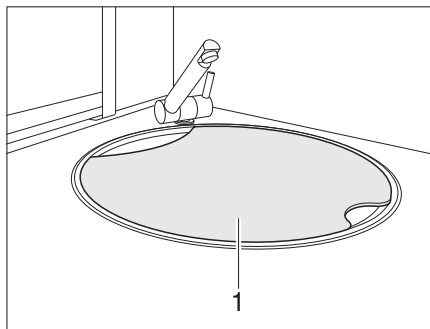

Bild 13 Spülenabdeckung
- ▶ Bei einem Unfall oder bei einer Notbremsung kann die Spülenabdeckung (Bild 13,1) die Insassen des Fahrzeugs verletzen. Vor der Fahrt die Spülenabdeckung von der Spüle nehmen und sicher im Küchenblock oder im Kleiderschrank verstauen.